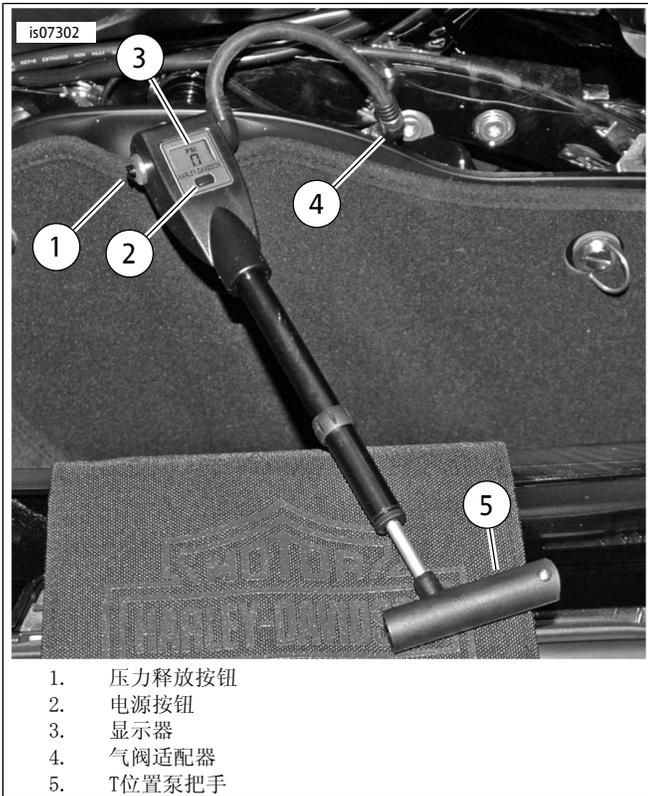

图2。Touring车型数字式悬挂气泵
- 参见图2。要打开显示器，按下电源按钮(2)。要关闭显示器，再次按下电源按钮。
1. 拆下空气悬挂气阀并将泵气阀适配器(4)连接至气阀，如图2中所示。